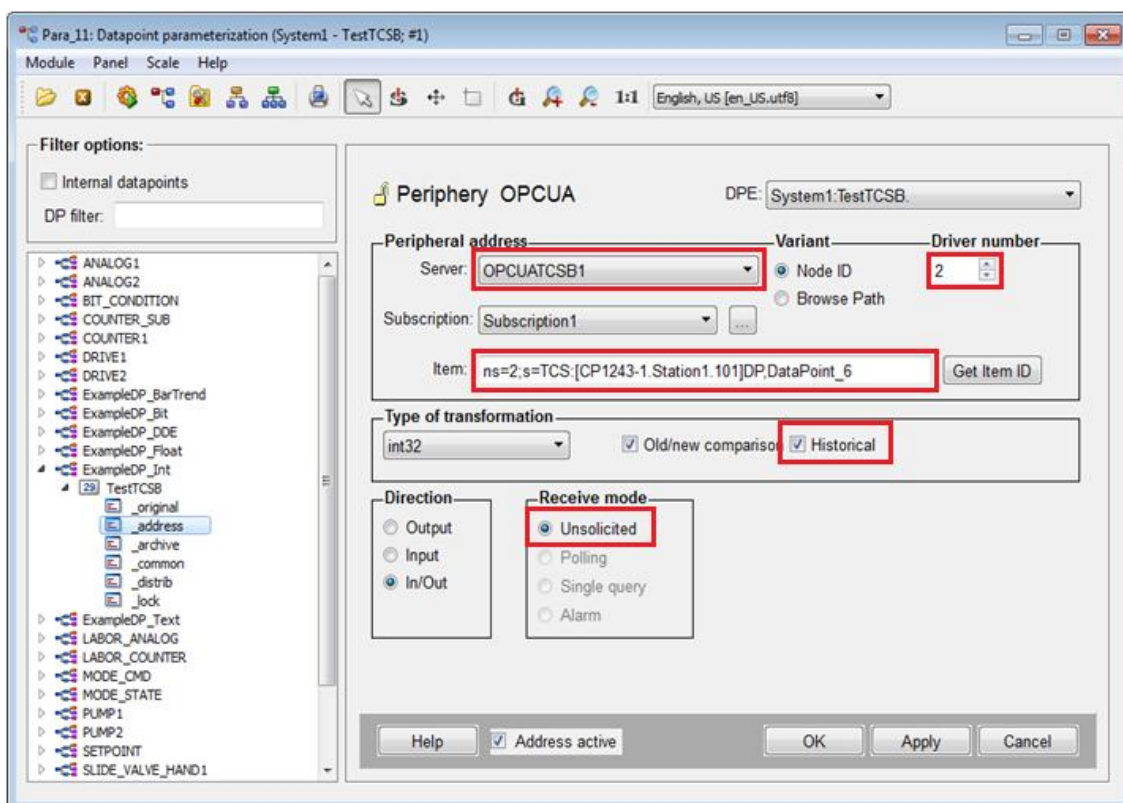
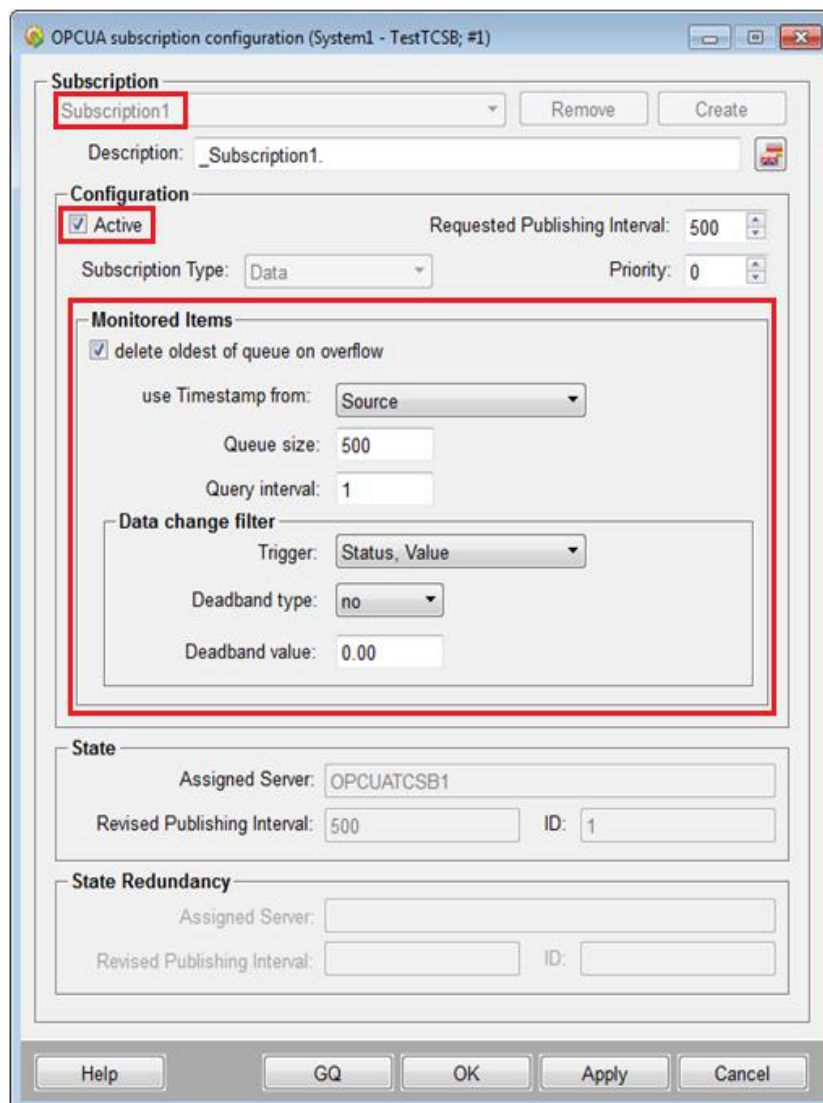
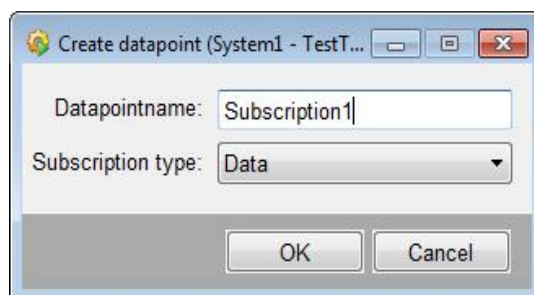
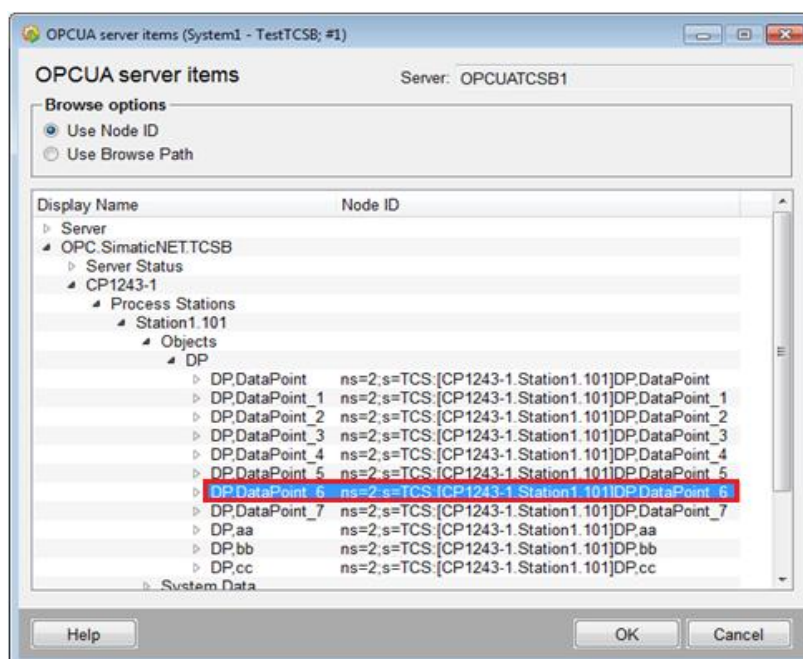

图 6 组态 DPE 的 _address 配置
图 7 组态订阅“Subscription”信息
图 8 创建订阅（Subscription）
图 9 浏览 OPC UA Server 地址空间
创建订阅的方法如下：点击图 6 中“Subscription”右侧的按钮，打开“OPCUA subscription configuration”对话框，如图 7 所示；点击“Create”按钮创建新的订阅，如图 8 所示，输入“订阅名”和“订阅类型”，点击“OK”按钮。
在图 7 所示的“OPCUA subscription configuration”对话框中还需要设置“Monitored Items”等参数：例如，时间戳来源、查询间隔和触发条件等，并选择上面的“Active”复选框，点击“OK”按钮保存设置。在图 6 中选择已创建的订阅“Subscription1”。
3、浏览 Item 项。在图 6 中点击“Get Item ID”按钮，在弹出的对话框中浏览并选择欲连接的 Item，点击 OK 按钮，如图 9 所示。
4、设置其余参数。由于使用的是 OPC UA HA 历史访问，在图 6 中必须勾选复选框“Historical”；根据需要，设置转换类型、是否新旧值比较等参数，勾选“Address active”复选框，点击“OK”按钮。